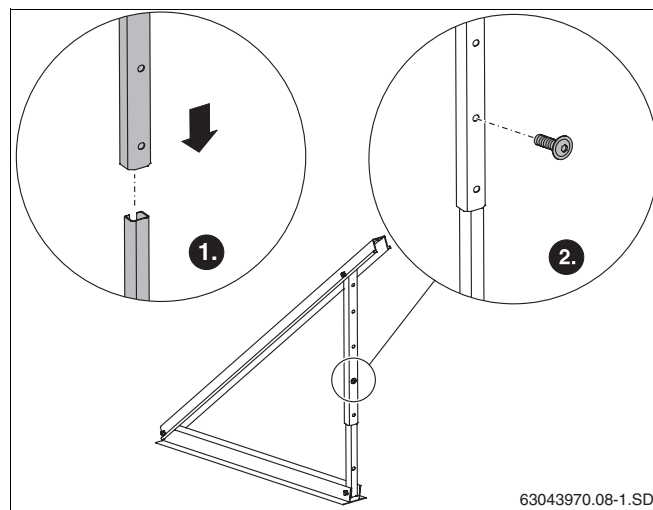

Fig. 11 Collegamento delle guide telescopiche
- Inserire le guide telescopiche l'una nell'altra e fissarle con la vite M8 × 20 (fig. 11).